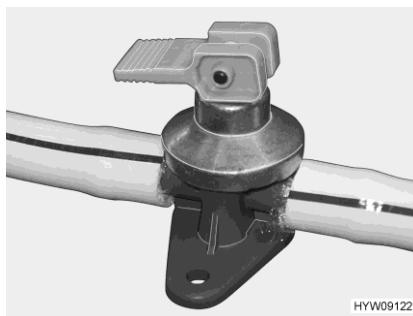
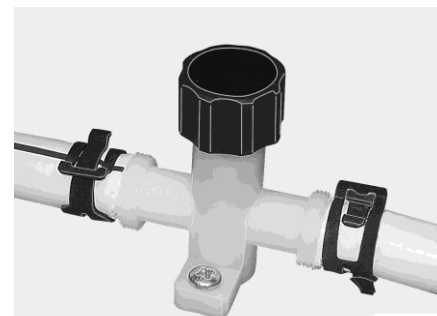

Fig. 98 Rubinetto di scarico (boiler)
Fig. 99 Rubinetto di scarico (tubatura dell'acqua)
- Chiudere tutti i rubinetti di scarico (Fig. 98 o Fig. 99). Chiudere i coperchi in senso orario oppure posizionare la leva a bilanciere in posizione orizzontale. I rubinetti di scarico sono montati sotto uno sportello del pavimento al centro del veicolo.